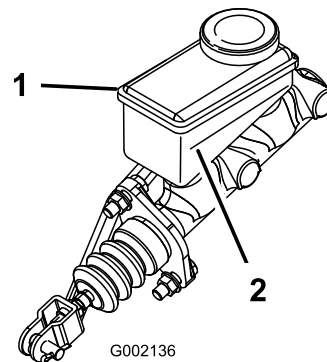

图 61
3. 观察油箱侧面的油位线 图 61。
- B. 向油箱添加 DOT 3 刹车油直至液位到达最低标志线上方 图 61。